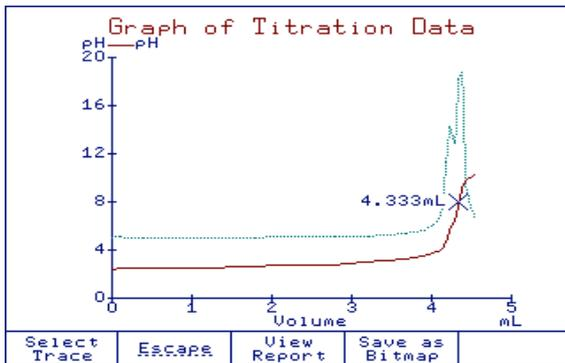

Figura 1 Punto Final Equivalencia (pH)
**Punto Final Equivalencia (pH)** Se muestran las lecturas de pH y la derivada seleccionada frente al volumen de titulante (consulte la Figura 1).